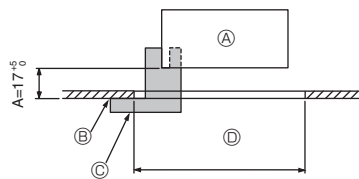
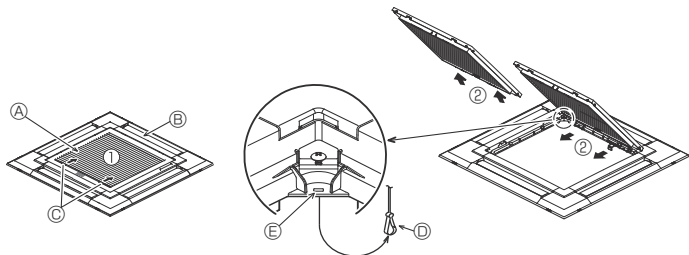
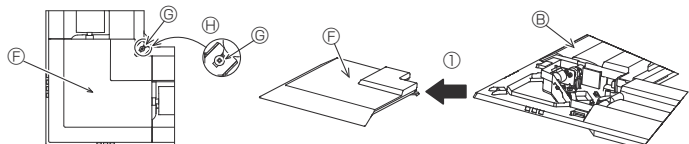

Fig. 9-2
Fig. 9-3
Fig. 9-4
①	Решетка	1	950 × 950 (мм)
②	Монтажный калибр	1	(Поделен на 4 части)
③	Винт (4 × 16)	1	для PLP-6EAE, PLP-6EALME
④	Угловая панель i-see sensor	1	для PLP-6EAE, PLP-6EALME
⑤	Беспроводной пульт дистанционного управления	1	для PLP-6EALM, PLP-6EALME
⑥	Держатель пульта дистанционного управления	1	Входит в комплект при наличии беспроводного пульта дистанционного управления.
⑦	Батареи LR6 AA	2	Входит в комплект при наличии беспроводного пульта дистанционного управления.
⑧	Шурупы-саморезы 3,5 x 16	2	Входит в комплект при наличии беспроводного пульта дистанционного управления.
9.2. Подготовка к установке вентиляционной решетки (Fig. 9-2)
- С помощью поставляемого в данном комплекте калибра ② отрегулируйте и проверьте размещение главного прибора относительно поверхности потолка. Если положение главного прибора относительно поверхности потолка неправильное, то результатом могут явиться утечки воздуха или образование конденсата.
- С Монтажный калибр ② (вставлен в главный прибор)
9.2.1. Удаление воздухозаборной решетки (Fig. 9-3)
- Сдвиньте рычаги в направлении, обозначенном стрелкой ①, чтобы открыть воздухозаборную решетку.
- Пока воздухозаборная решетка находится в "открытом" положении, удалите стержень воздухозаборной решетки с вентиляционной решетки в направлении стрелки ②.
9.2.2. Удаление угловой панели (Fig. 9-4)
- Ослабьте 4 винта на углу. Сдвиньте угловую панель в направлении стрелки ①, показанной на рисунке, и снимите ее.
[Fig.9-3] [Fig.9-4]